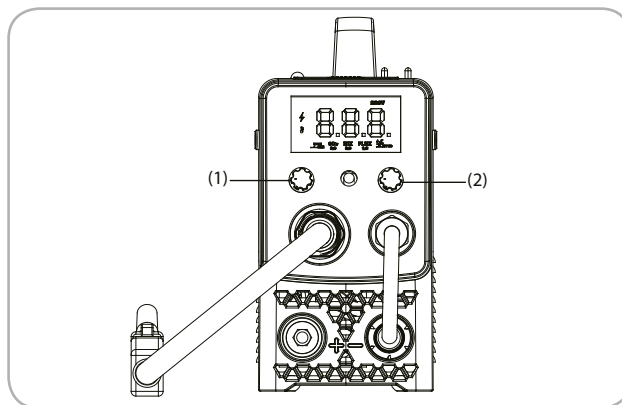

Fig.4
- Reglați butonul la valoarea dorită a curentului electric, în funcție de cererile de sudare; Fig 4 (1)
losit pentru ajustarea modului de sudare, în special pentru curentul de mică intensitate și pentru dimensionarea arcului electric. Aparatul poate crește valoarea energiei astfel încât acesta să ajungă la parametrii necesari sudării. Fig 4 (2)